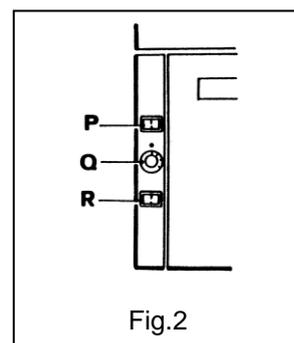

Fig.2
3.2 Armadio caldo elettrico (Fig. 2)